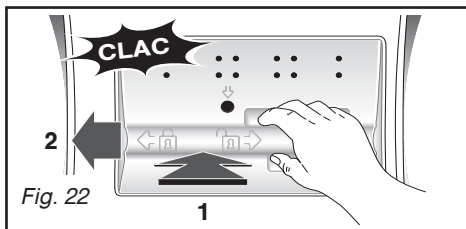

Fig. 22
– remettez la pièce **A** en place en prenant soin de bien la positionner dans les ouvertures au fond du tambour et en la poussant vers la gauche jusqu'à ce qu'elle soit parfaitement encliquetée (Fig. 22).